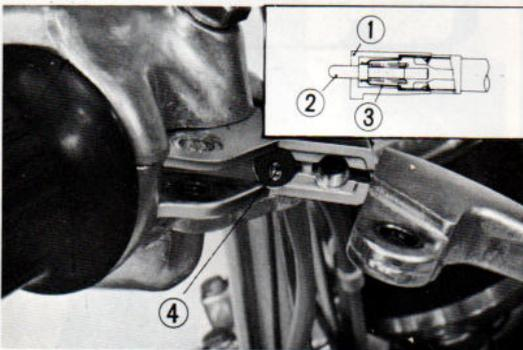

Fig. 165 ① Logement du contacteur ② Axe ③ Languette de contact ④ Contacteur de stop avant
2) Contacteur de stop avant (Fig. 165)